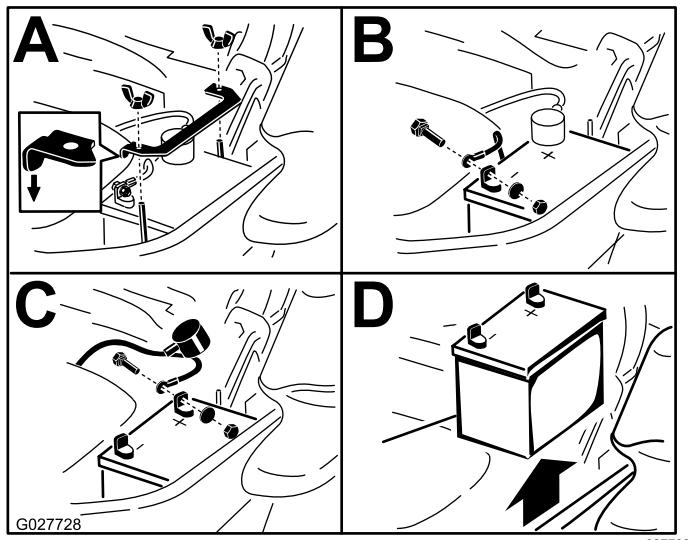

Figura 58
- Retire la batería, según se muestra en Figura 58.